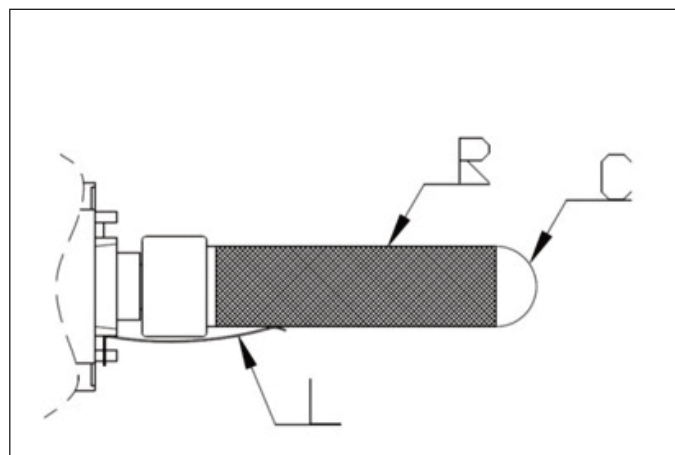

fig. 27
- 4) Svitare delicatamente il condensatore al quarzo (C fig. 27) agendo sulla bussola in plastica rossa alla base del condensatore (fig. 26).
- 5) Sfilare la rete (R fig. 27) esterna al tubo: se l'operazione risulta difficoltosa, ruotare leggermente la rete attorno al condensatore al quarzo.
- 4) Gently unscrew the quartz condenser (C fig. 27) using the red plastic bushing at the base of the condenser (fig. 26).
- 5) Remove the mesh (R fig.27) from the outside of the tube. If the operation is difficult, lightly rotate the mesh around the quartz condenser.
- 10) Riposizionare la rete metallica sul condensatore sovrapponendola alla griglia interna e controllare che la linguetta (L fig. 27) sia a contatto con la stessa e la prema contro il vetro al quarzo del condensatore (C).
- 10) *Reset the metal mesh on the condenser overlapping the inner grill and check the tab (L fig. 27) is in contact with the metal net and push it against the glass of the capacitor (C).*